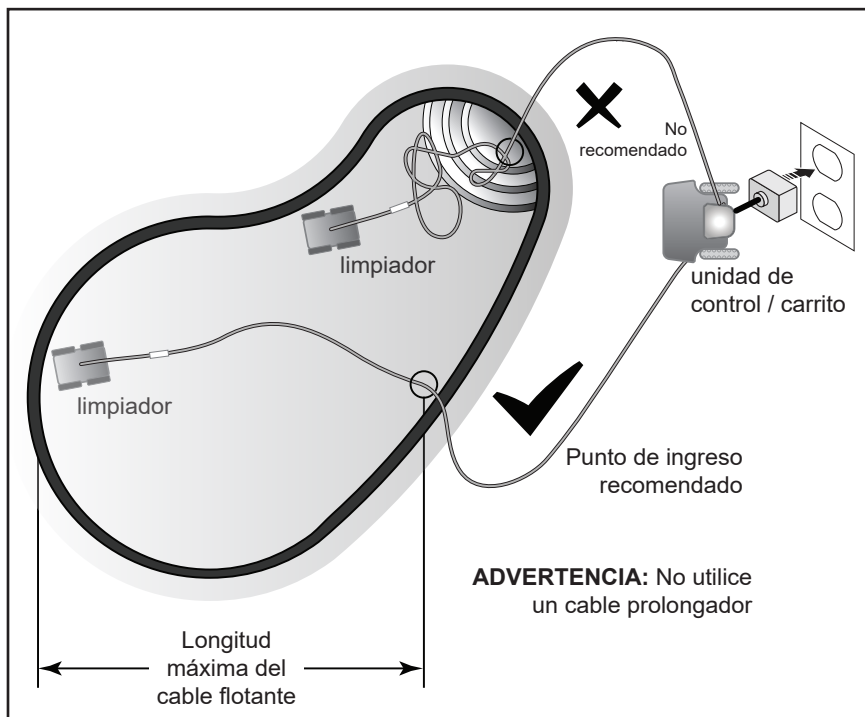

Figura 14. Punto de ingreso a la piscina para una trayectoria óptima
4. Coloque en el agua solo la cantidad de cable flotante necesaria para alcanzar el extremo opuesto de su piscina desde el punto medio. Extienda el cable flotante y compruebe que no esté enredado o retorcido (Figura 14).
NOTA: Para una trayectoria óptima y la reducción del enredo, el cable flotante debe ingresar al agua cerca del punto medio del largo de la piscina. Coloque solo la cantidad suficiente de cable en el agua para alcanzar el punto más alejado de la piscina (véase la Figura 14).